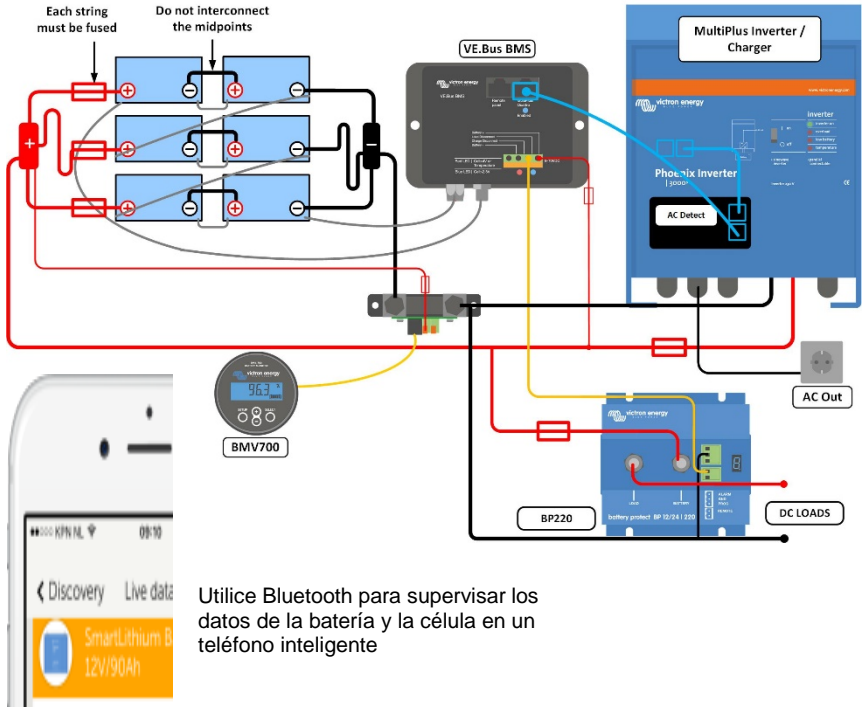

Figura 1: Ejemplo de sistema con el BMS del VE.BUS
**Cada batería o cadena de baterías deberá protegerse con un fusible, ver figura 1.**